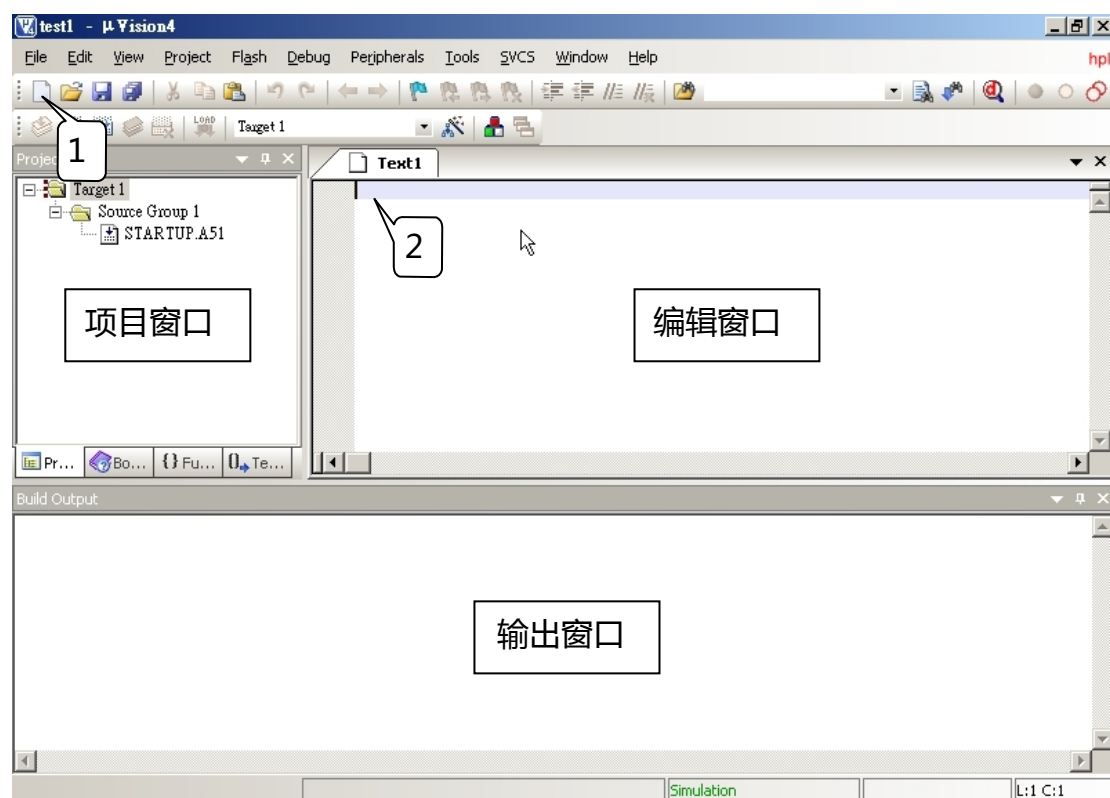

图 1-8 新建文件
(3) 首先在项目中建立新的程序档案或加入旧程序档案。如果您没有现成的程序或是第一次使用，那么就要新建一个 C 程序档案。在 C51 中有一些程序的范例，但是在这裡我们还是以一个 C 程序为例介绍如何新建一个 C 程序，和如何加到您的第一个专案中吧。点击图 1-8 中 1 的新建文件的图标按钮，在 2 中出现一个新的文字编辑窗口，或是也能透过选单 File/New 或是按下快捷键 Ctrl+n 来实现。接着现在就能编写程序了。